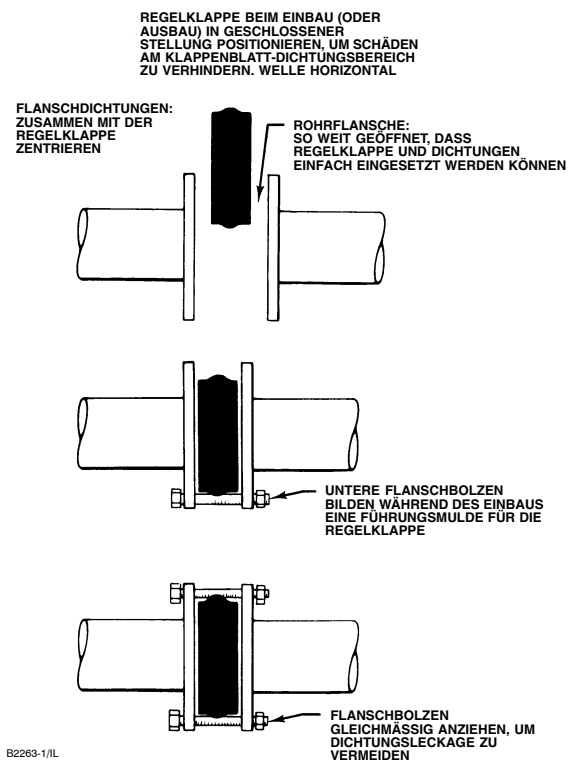

Abbildung 4. Korrekte Einbaureihenfolge
Bei der Installation den Durchflusspfeil beachten, so dass die Absperrseite für den höheren Druck in die richtige Richtung weist. Abbildung 4 als Bezug verwenden.
- **Regelklappen in Sandwichbauweise:** Die unteren Flanschbolzen zuerst anbringen, um eine Führungsmulde für die Regelklappe zu bilden (siehe Abbildung 4). Die Spezifikationen der Flanschbolzen sind in Tabelle 5 zu finden.